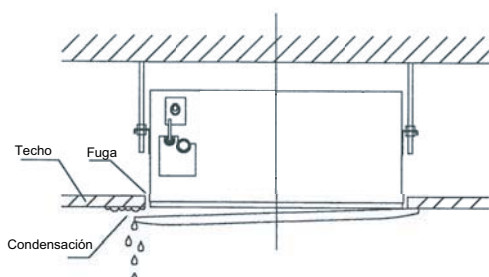

Fig.5-13
- Si no aprieta bien el tornillo, puede producirse el funcionamiento incorrecto que se describe en la Fig.5-13.